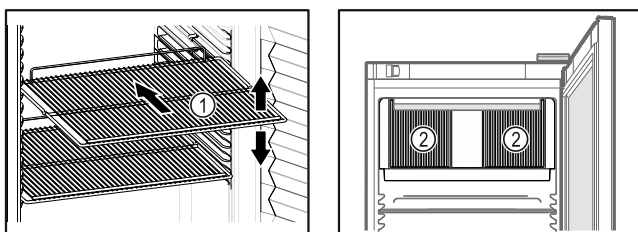

Fig. 70 Vejledende illustration Fig. 71
- Tilpas højden, når bæreristene Fig. 70 (1) kan flyttes.